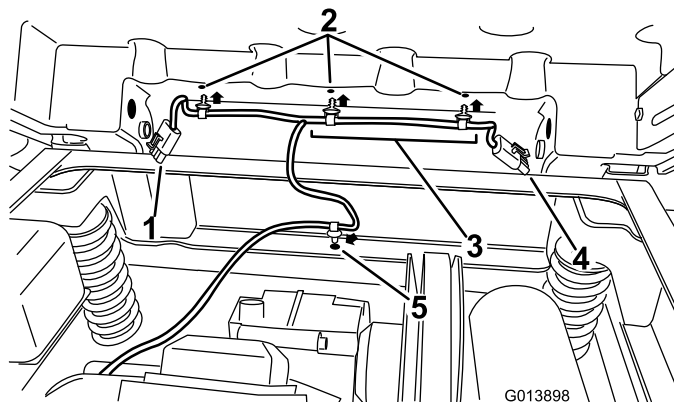

Bild 24
1. Ermitteln Sie die vorhandenen Ankerlöcher an der Unterseite der Ladepritsche (Bild 24).
2. Verlegen Sie den hinteren Kabelbaum wie in Bild 24 dargestellt. Hinweis: Die längere Länge des Kabelbaums, die in einem flachen, 4-Phasen-Anschluss für die Rücklichter endet, sollte zum linken Rücklicht verlegt werden.